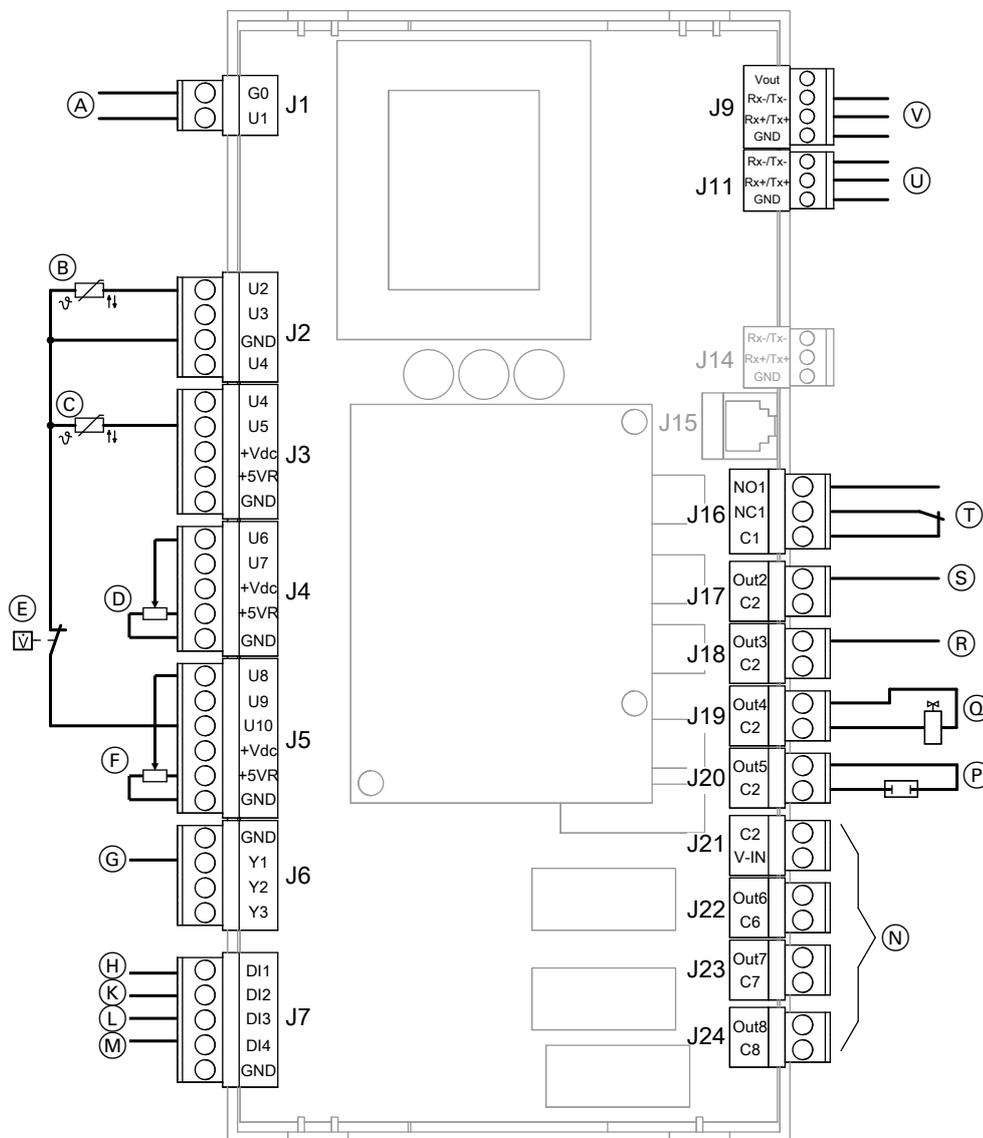

Abb. 68
- (A) Spannungsversorgung 24 V-
- (B) Niederdrucksensor
- (C) Sauggastempersensoren (NTC 10 kΩ)
- (D) Modbus-Verbindungsleitung zur Reglerleiterplatte, Anschluss (V) in Abb. 68
- (E) Schrittmotor elektronisches Expansionsventil